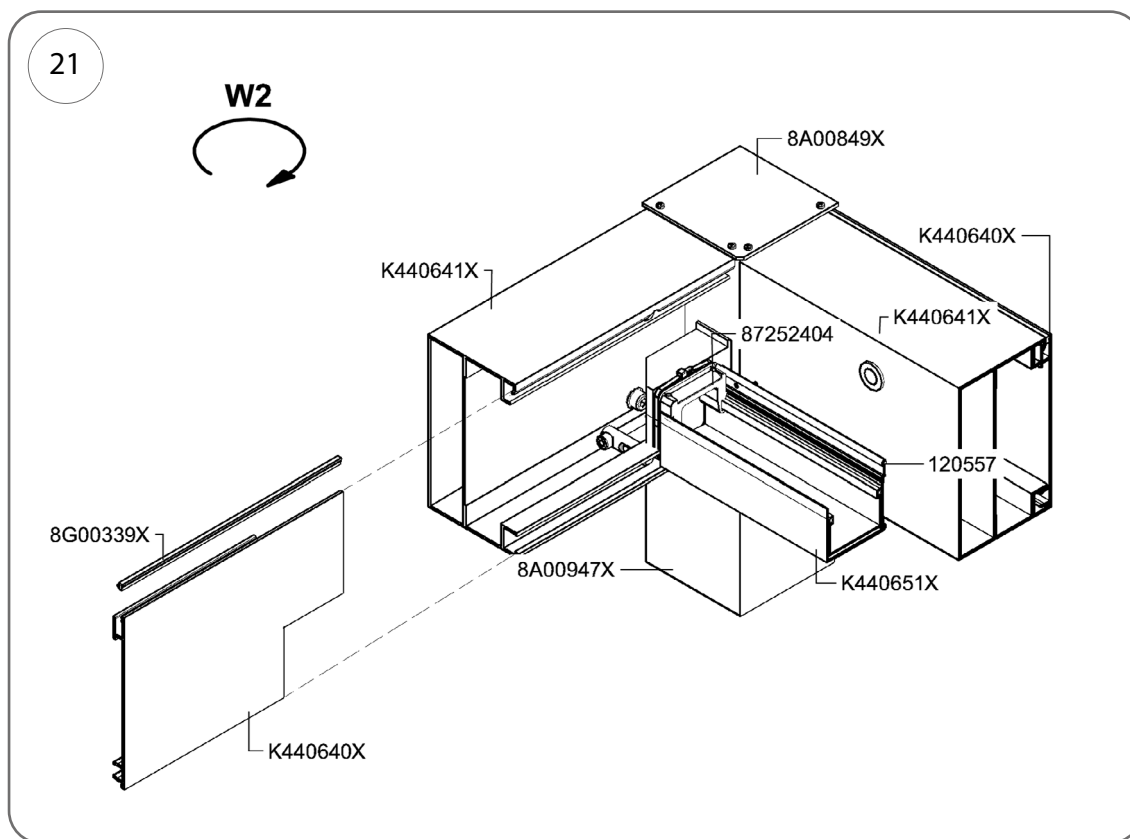

Abb. 21
- Zwei Rinnensätze sind mit Rohren der Kategorie 8A00947X abgeschlossen, wenn die Dachentwässerung über 4 Pfosten erfolgt (abb. 21).